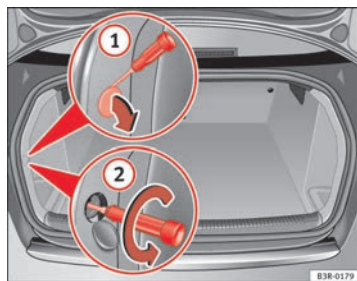
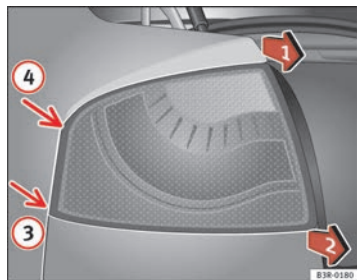

Abb. 213 Gepäckraum:
Abb. 214 Ausbau der
- Die Abdeckung an der Aussparung ⇒ Abb. 213 ① mit dem Schraubendreher abhebeln.
- Die dahinterliegende Schraube mit dem Schraubendreher (Pfeile) ② lösen.
- Die Rücklichteinheit abwechselnd in Pfeilrichtungen ⇒ Abb. 214 Position ① und ② ziehen, bis die Heckleuchte sich aus der Lagerung (Positionen ③ und ④) löst.